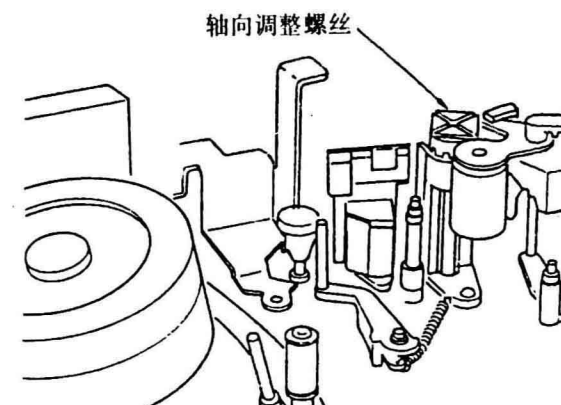
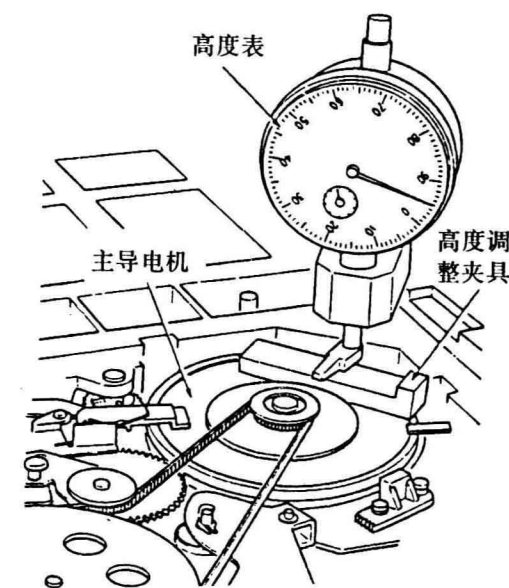

图40
图41
步骤: ①轻轻地转动轴向调整螺钉,直到主导轴转子部件刚好接触主导轴定子部件的线圈为止,如图40所示;
②把高度调整规安装在主导轴转子上;
③安装好高度调整规,在底座部分放好带盘高度表,并把指针调整为“0”,参见图41;